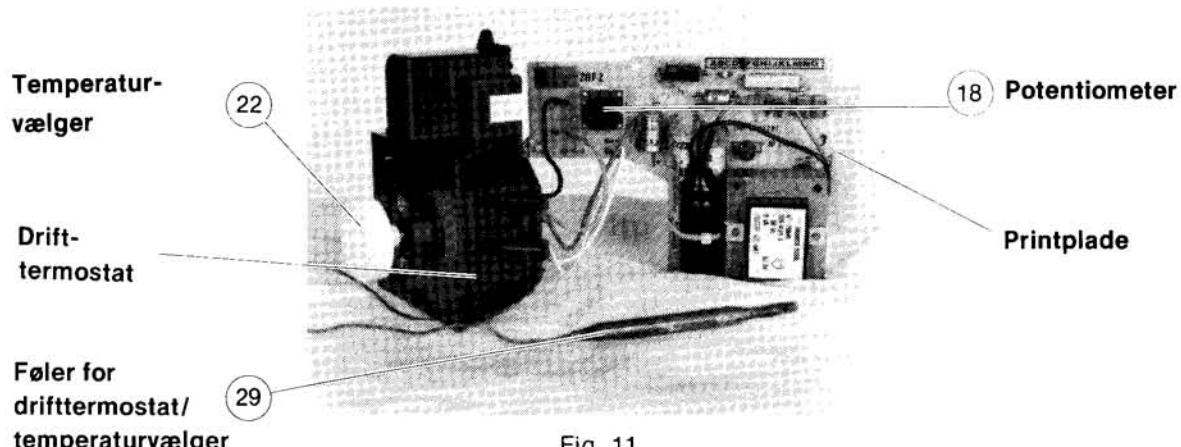

Fig. 11
18. Potentiometer, se fig. 11
29. Føler for drifttermostat/temperaturvælger, se fig. 11.